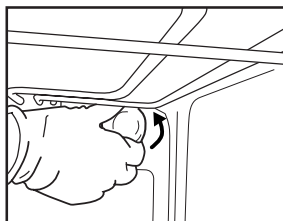

Fig.6
2. Desenrosque la tapa de la bombilla (Fig.6), cambie la bombilla (consulte la nota sobre el tipo de bombilla) y vuelva a atornillar la tapa.